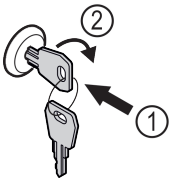

Fig. 94
- Schlüssel hineindrücken Fig. 94 (1).
- Schlüssel um 90° im Uhrzeigersinn drehen Fig. 94 (2).